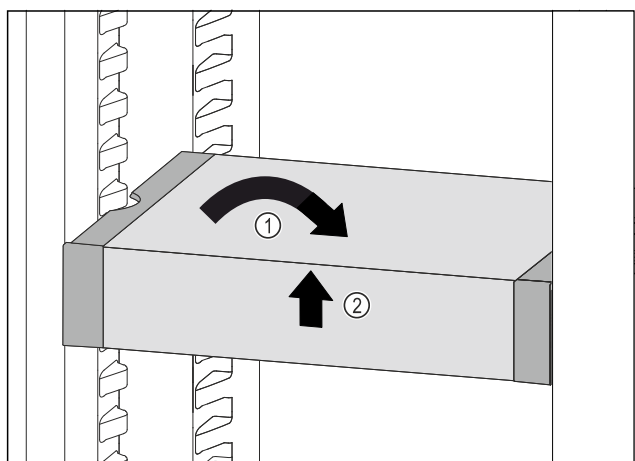

Fig. 134
- ▶ Coloque el VarioSafe en posición recta. Fig. 134 (1)
- ▶ Levante el VarioSafe por delante. Fig. 134 (2)